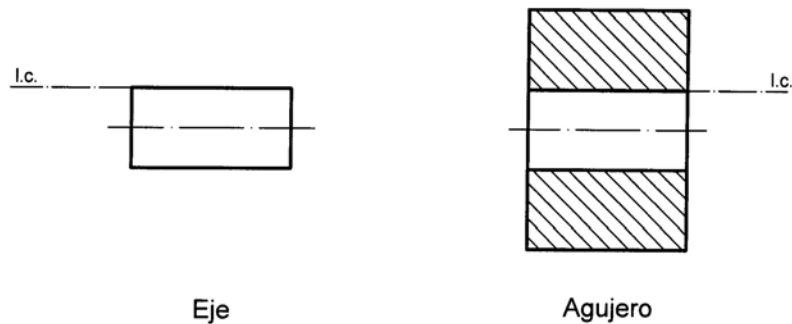
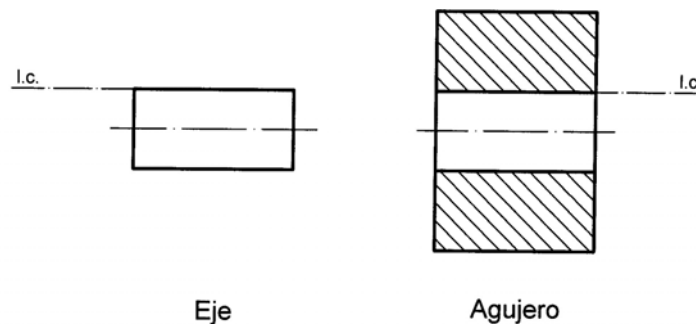

Figura 5. Croquis para representar los valores del eje y agujero del ajuste.
Figura 6. Croquis para representar los valores del tipo de ajuste.
3. Según ISO, un ajuste se define como 120J8/t8, se pide: a) Determinar las dimensiones características del eje y agujero y expresarlas posteriormente en la tabla 1. Representar un croquis de ambos, acotando dichas dimensiones (figura 5); b) Especificar el tipo de ajuste del que se trata, hallar sus dimensiones características y expresarlas posteriormente en la tabla 1, e incorporarlas sobre un croquis general (figura 6). Para la puntuación de este ejercicio es necesario expresar cómo se consiguen numéricamente todos los valores. En caso contrario, no se valorará el ejercicio (2 puntos).